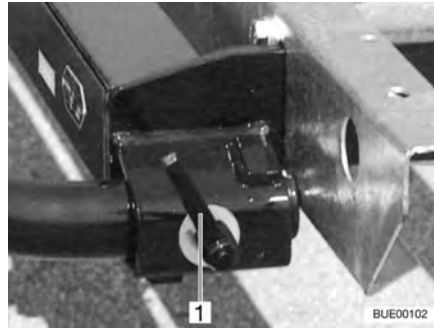

Fig. 5 Verrouillage rapide
- Emboîter le porte-charge à gauche et à droite dans les fixations sur le cadre et le bloquer avec un verrouillage rapide (Fig. 5,1).
- Ouvrir le verrouillage rapide (Fig. 5,1) et retirer le porte-charge des fixations du cadre.